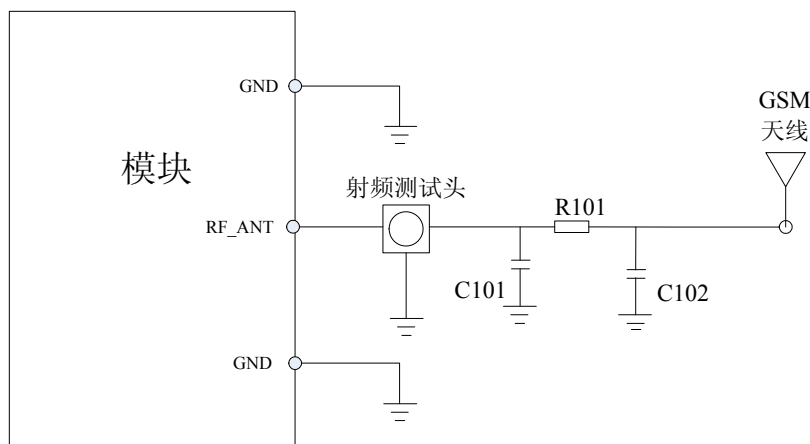

图 47: GSM 天线接口连接电路
- 图47的射频测试头用于测试传导射频性能, 尽量靠近模块的RF_ANT脚放置;